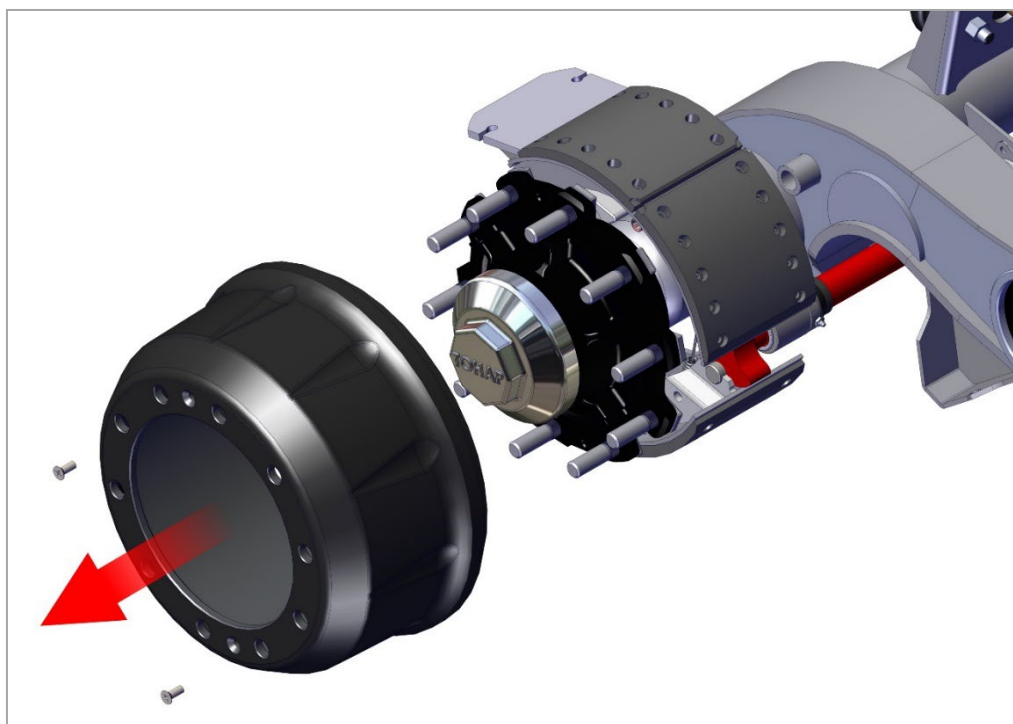

Рис. 19. Снятие барабана.
2) Снимите барабан, как показано на рис. 19.